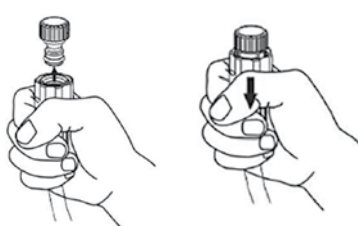

Fig. 7
- Schließen Sie den Wasserschlauch am Wassereinlass und am Wasserauslass an, wie aus Abb. 7 ersichtlich.